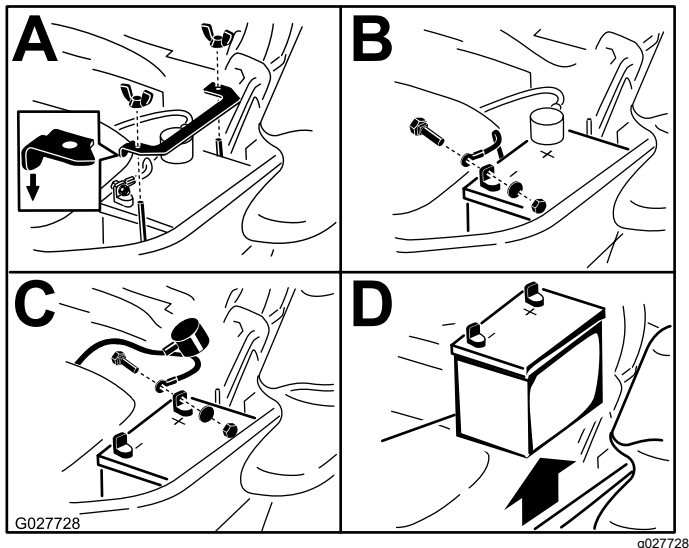

Figura 59
3. Retire la batería, según se muestra en Figura 59.